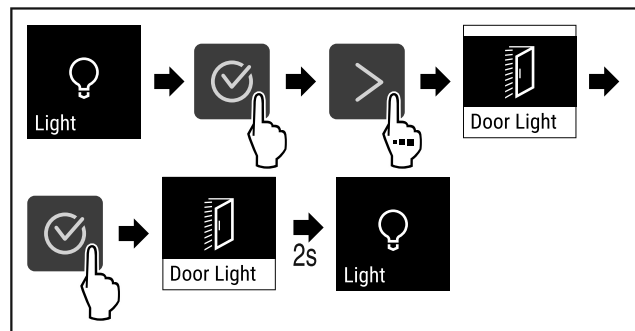

Fig. 87
- ▶ Kryeni hapat e veprimit (shihni Fig. 87) .